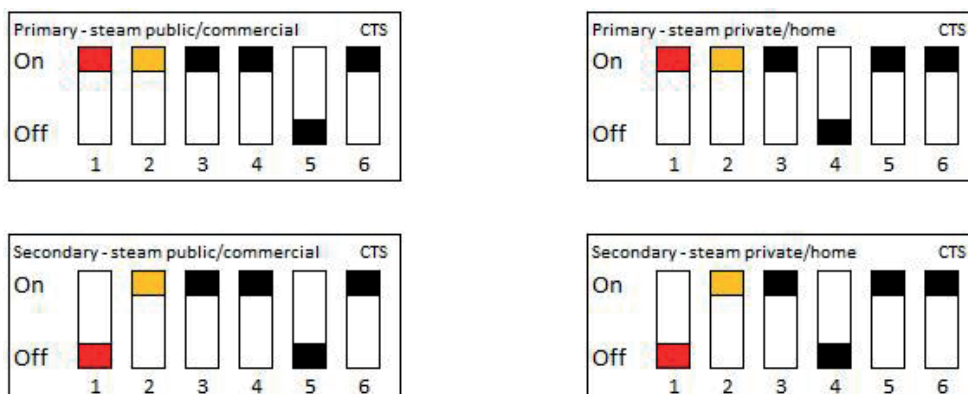

Abb. 15
Wenn Sie mehr als einen Erzeuger zusammenschließen, wird einer als „Primärerzeuger“ (Werkseinstellung) eingerichtet, der die anderen Erzeuger steuert. Die anderen Einheiten werden entsprechend als „Sekundärerzeuger“ gemäß dem DIP-Schaltplan in Abb. 15 eingerichtet.
3. Wählen Sie einen „Sekundärerzeuger“ und ändern Sie die DIP-Einstellungen in „Primärerzeuger“ je nach entsprechendem Typ. Siehe Abb. 15. Schließen Sie dann das Bedienpanel an den neuen „Primärerzeuger“ an. Dann wird eine neue „Erstinbetriebnahme“ erforderlich, da der Erzeuger noch nicht als „Primärerzeuger“ eingerichtet wurde.